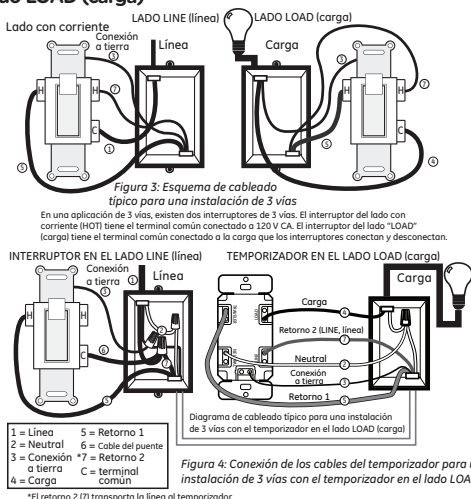

Figura 4: Conexión de los cables del temporizador para una instalación de 3 vías con el temporizador en el lado LOAD (carga)
3. Usando la Figura 4 como referencia visual, conecte juntos el cable del puente (6) (suministrado), el cable LINE (línea) (1) del terminal común (C) y el cable de retorno 2 (7). Debe tener tres cables conectados con un empalme de cable.
4. Vuelva a conectar el otro extremo del cable del puente (6) en el terminal común (C) del interruptor. Considere tomar nota de la codificación de color/marcado de los cables de retorno 1 (5) y 2 (7) para poder distinguirlos posteriormente.
2. Usando el temporizador en el lado LOAD (carga) de la Figura 4 como referencia visual para los pasos restantes, conecte el cable LOAD (carga) (4) al terminal LOAD (carga) del temporizador.
3. Conecte el cable de retorno 2 (7) al terminal LINE (línea) del temporizador.
4. Conecte el cable de retorno 1 (5) al terminal TRAVELER (retorno) del temporizador.
5. Conecte el cable neutro blanco (2) de la caja de interruptores al terminal NEUTRAL (neutro) del temporizador. Puede haber más cables neutros amarrados en la parte trasera de la caja de interruptores con un empalme de cable. Incluya el cable neutro a los otros cables neutros amarrados, asegurándose de que el empalme de cable esté ajustado. De ser necesario, use el cable del puente incluido.
6. Conecte el cable de tierra verde (3) de la caja de interruptores al terminal GROUND (tierra) del temporizador.
11. Si la carga no funciona correctamente, desconecte el suministro eléctrico en el disyuntor o panel de fusibles. Luego, intercambie el cable de retorno 2 (LINE, línea) (7) y el cable de retorno 1 (5) en el temporizador.